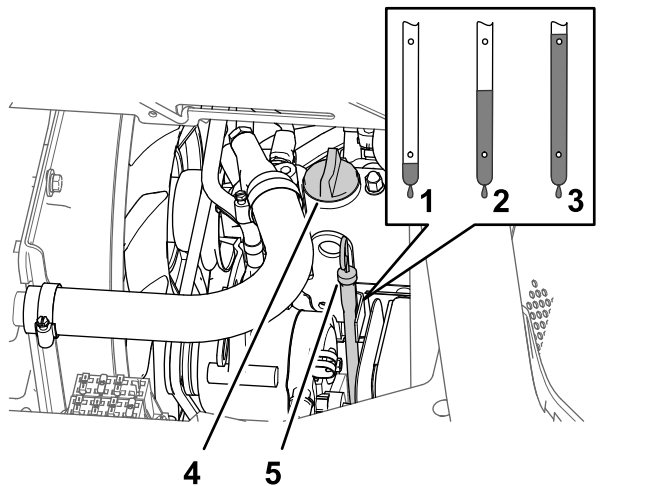

Figura 68
5. Retire el tapón de llenado de aceite del cuello de llenado de la tapa de válvulas del motor (Figura 68), y vierta lentamente el 80% aproximadamente de la cantidad especificada de aceite por el cuello de llenado.
6. Retire la varilla y compruebe el nivel de aceite del motor (Figura 68).
7. Añada lentamente más aceite del tipo especificado para que el nivel llegue a la marca Lleno de la varilla (Figura 68).
8. Instale el tapón de llenado de aceite en el cuello de llenado y la varilla en el tubo de la varilla (Figura 68).